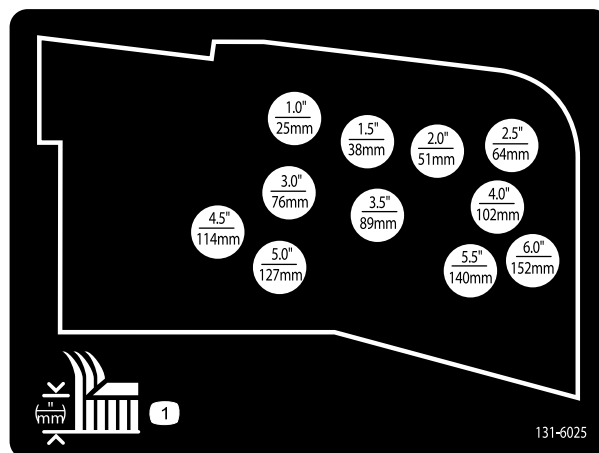

Рисунок 36
10. Закрепите цепи для изменения высоты скашивания в требуемом отверстии с помощью шплинтуемого штифта и игольчатого шплинта (Рисунок 36).